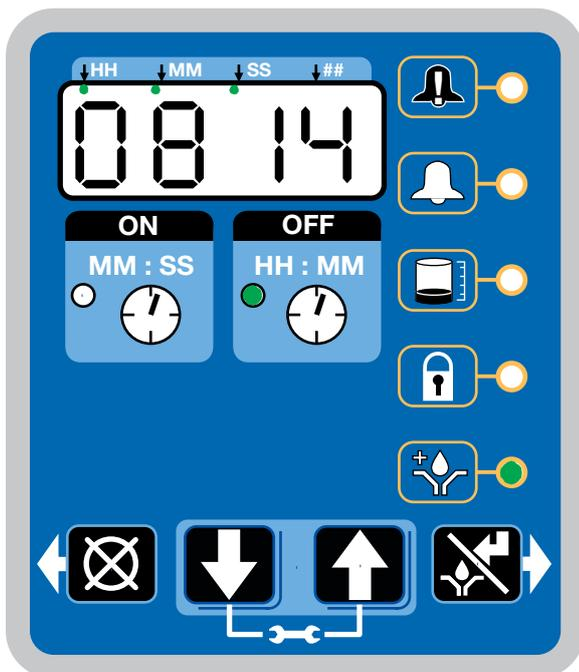

FIG. 33
- Se enciende el LED junto al reloj en el campo OFF (Fig. 33).
- Se ilumina el LED de prelubricación (Fig. 33).
El ejemplo mostrado en la Fig. 33 indica 8 minutos y 14 segundos restantes hasta que comience un ciclo de lubricación.